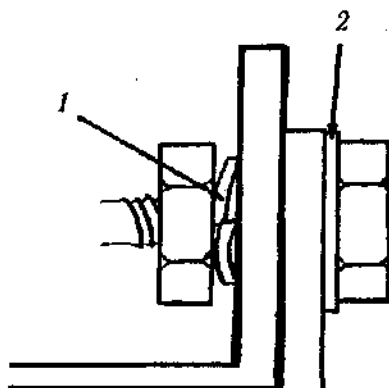

Рис. 62. Соединение болтом: 1 — пружинная шайба; 2 — шайба.
**Болты, винты, гайки.** Чтобы соединить болтами две заготовки, в них необходимо просверлить отверстия. Для этого следует взять сверло, диаметр которого немного больше диаметра болта. Например, для болта М10 сверлится отверстие 10,5 мм. Такой зазор (0,5 мм) позволит компенсировать возможные неточности в положении отверстий обеих соединяемых заготовок, особенно в случаях, когда точек соединения несколько, а заготовки большой длины. Обе заготовки надо соединить вместе и сверлить за один прием. Неподвижность соединения обеспечивают гайки, подкладные шайбы и пружинящие кольца — шайбы Гровера (рис. 62). Шайба, подложенная под головку болта, препятствует его вращению, а пружинящее кольцо, упираясь одним острым «зубом» в гайку, а другим — в заготовку, не дает гайке самопроизвольно раскручиваться.